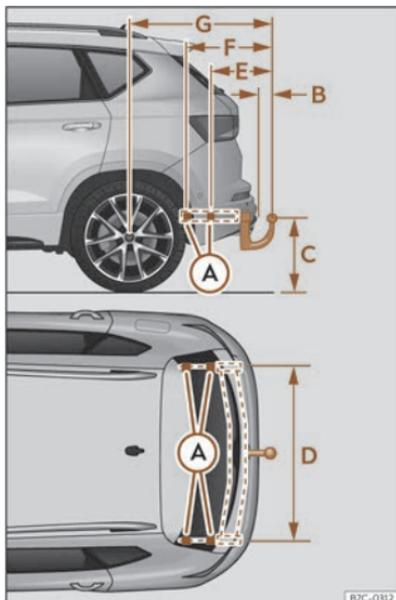

Fig. 179 Quote e punti di fissaggio per il montaggio successivo di un dispositivo di traino.
La distanza tra il centro della testa sferica e il manto stradale >>> **fig. 179 (C)** non dovrà mai essere inferiore a quella indicata. Ciò vale anche con il veicolo a pieno carico, e comprende il carico verticale massimo tecnicamente ammissibile sul giunto.